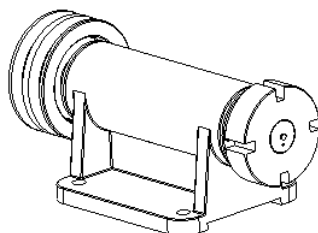

图 3.9.21 轴测图
Step3. 此时系统弹出“绘图视图”对话框, 选取“V1”方向定位, 将视图比例设置为 0.35, 视图显示模式设置为  消隐, 最后关闭对话框, 结果如图 3.9.21 所示。